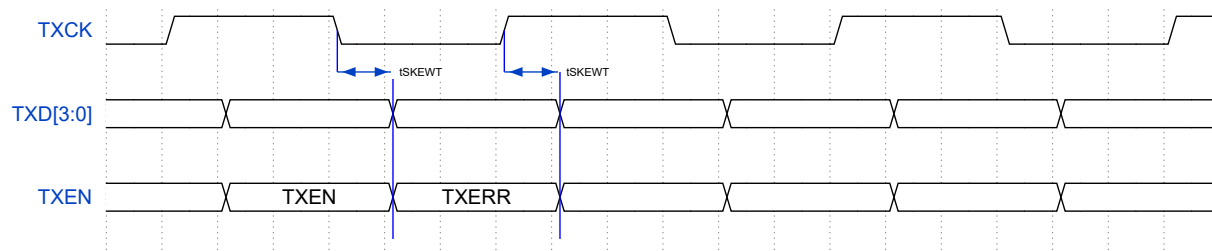
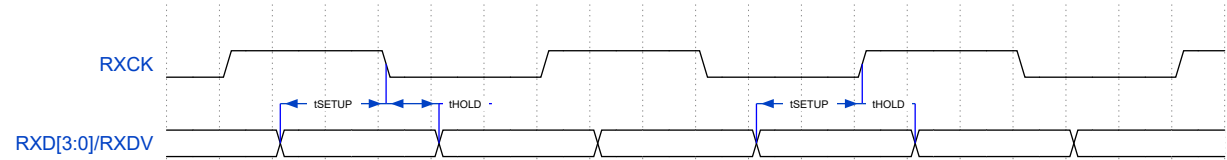

图 22: RGMII 发送信号时序图
图 23: RGMII 接收信号时序图
4.17.1.2 RGMII 接口 RGMII 接口对应时序如图 22,图 23和图 23。